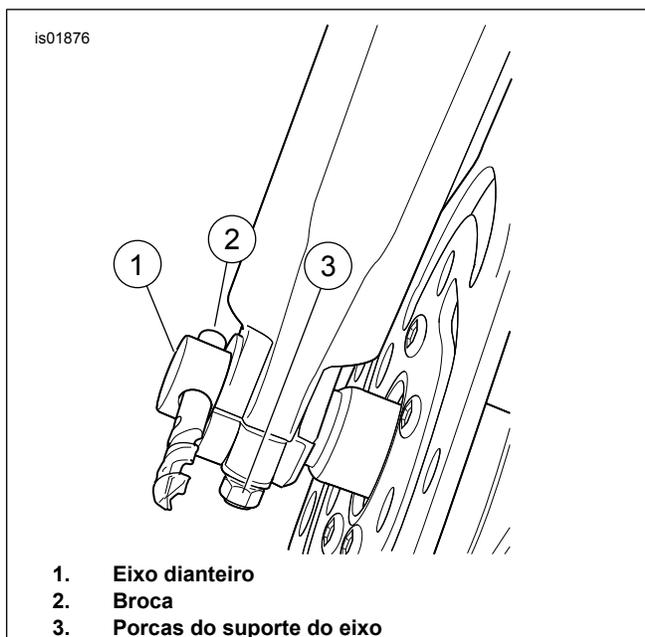

Figura 3. Montagem da roda dianteira (lado direito)
5. Empurre o eixo através do sensor do ABS (H) e da perna esquerda do garfo até que o rebaixo do eixo faça contato na perna direita do garfo.
6. Instale a arruela lisa (G) e a porca do eixo (F).
8. Veja a Figura 3. Insira uma broca de 7/16 pol. (2) no furo do eixo (1).
9. Puxe a perna do garfo até que faça contato com a broca e, em seguida, aperte as porcas do suporte do eixo (3) com torque de 14,9–20,3 N·m (132–180 in-lbs).